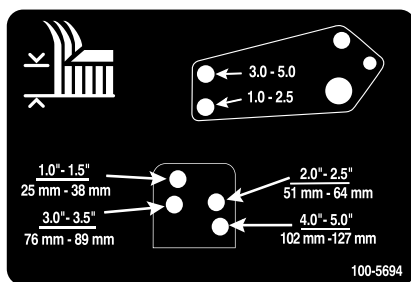

Figura 23
- Alinhe os orifícios do elemento de ligação do amortecedor com os orifícios da altura de corte desejada na estrutura da plataforma do cortador e monte os respectivos pinos de segurança e contrapinos tipo grampo (Figura 23).